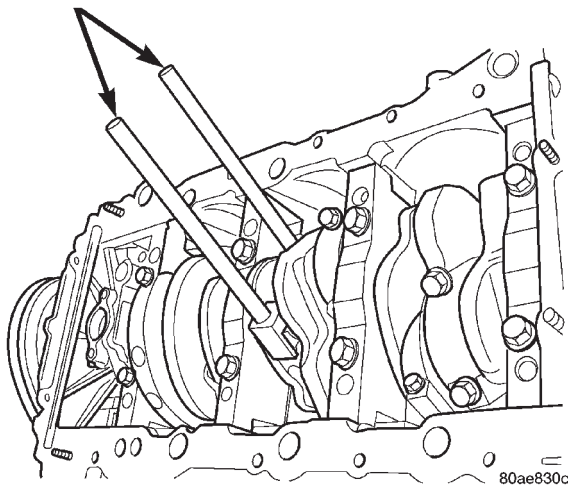

Abb. 79 Pleueelführungswerkzeug
(3) Pleuellagerdeckel abbauen. Ein Pleueelführungswerkzeug (Spezialwerkzeug 8189) am Pleuel ansetzen (Abb. 79). Die einzelnen Kolben und Pleuel aus den Zylinderbohrungen nehmen.
(4) Pleuellager auf das Pleuel aufsetzen. Darauf achten, daß die Öffnung in der Pleuellagerbohrung mit der Öffnung im Pleuel fluchtet. Oberfläche des Pleuels mit sauberem Motoröl bestreichen.
(5) Pleuellagerführungswerkzeug (Spezialwerkzeug 8189) am Pleuel ansetzen (Abb. 79).